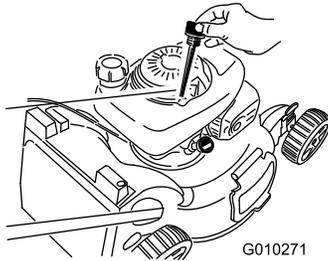

Bild 38
2. Ziehen Sie den Peilstab heraus (Bild 38).